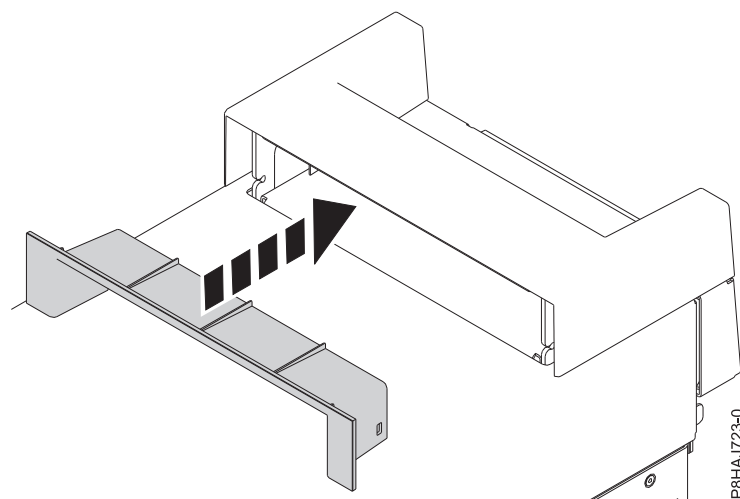

Abbildung 19. Element innerhalb der Griffabdeckung bei einem eigenständigen System vom Typ 8286-41A einsetzen
2. Setzen Sie das Element innerhalb der Griffabdeckung ein, indem Sie es fest in die Griffabdeckung drücken (siehe Abb. 19).